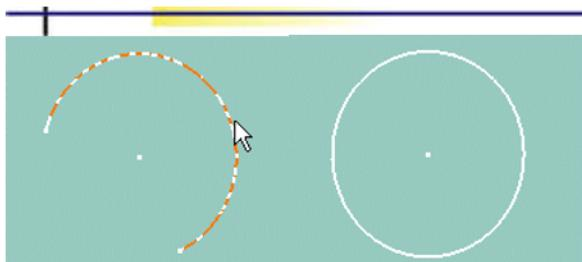

Fig.7. Optiunea **Close**
- **Close** – permite închiderea conturului unui profil (fig.7);